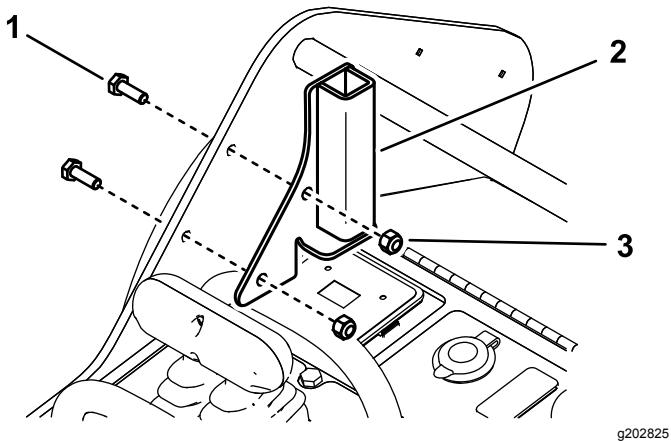

Figura 7
- Instale el soporte del protector izquierdo en el lado izquierdo del bastidor con 2 pernos ($\frac{1}{4}'' \times \frac{3}{4}''$) y 2 contratuerzas ($\frac{1}{4}''$), según se muestra en Figura 7.
- Instale el soporte del protector derecho en el lado derecho del bastidor con 2 pernos ($\frac{1}{4}'' \times \frac{3}{4}''$) y 2 contratuerzas ($\frac{1}{4}''$) (similar a la Figura 7).